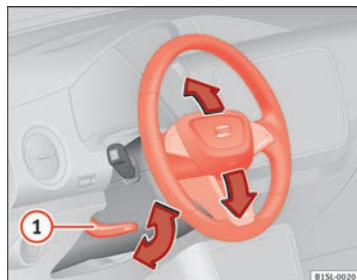

Fig. 33 Ajuste mecânico do volante.
- Mova a alavanca ⇒ Fig. 33 ① para baixo.
- Após ajustar a coluna de direcção, empurre firmemente a alavanca ⇒ Fig. 33 ① para cima para que o volante não mude de posição acidentalmente em andamento.